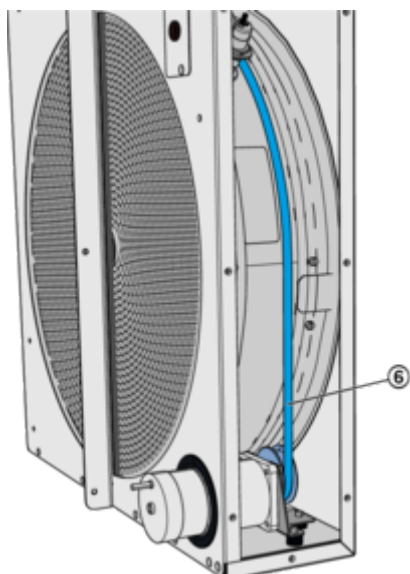

Abb. 52: RWT Probelauf
- Riemen (Abb. 52/6) und ruhiger Lauf der Speichermasse.